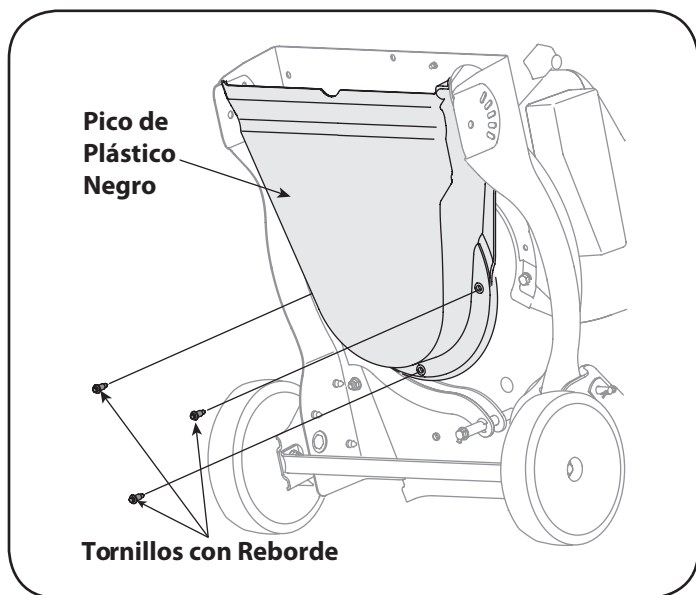

Figura 22
7. Incline la unidad con cuidado y apóyela hacia arriba para obtener acceso por la parte inferior al material de montaje del pico y al motor. Retire los tres tornillos con reborde que aseguran el pico de plástico negro a la caja inferior. Consulte la Figura 22.